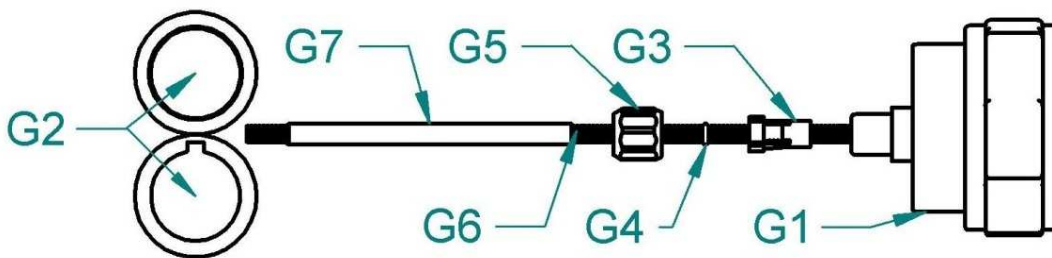

Abb. 4 Anpassung des vorschubs für aluminiumdraht
schieben es in der Drahtseele (Abb. 4, Pos. **E3**) über die Drahtvorschubrolle (Abb.4, Pos. **E5**) und etwa 5 cm in das Rohr des Konnektors EURO (Abb.4, Pos **E4**). Kontrollieren Sie ob der Draht durch die richtige Rille der Drahtvorschubrolle führt.
4. Kippen Sie die Andruckrollen so herunter (Abb. 4 Pos. **E2**), damit die Zähne ineinander greifen und bringen Sie die Spannmutter (Abb.4, Pos. **E1**) in senkrechte Lage.
5. Stellen Sie den Druck der Spannmutter so ein, dass ein problemloser Transport des Drahtes gewährleistet ist, wobei der Draht nicht deformiert werden darf. Die Stellschraube befindet sich unter der PVC-Schraube (Abb. 4, Pos.**E1**).